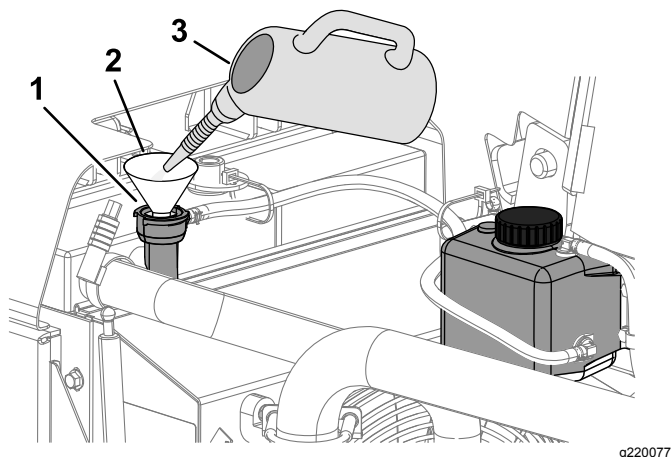

Рисунок 109
3. Залейте в радиатор охлаждающую жидкость так, чтобы ее уровень дошел до низа заливной горловины (Рисунок 109).